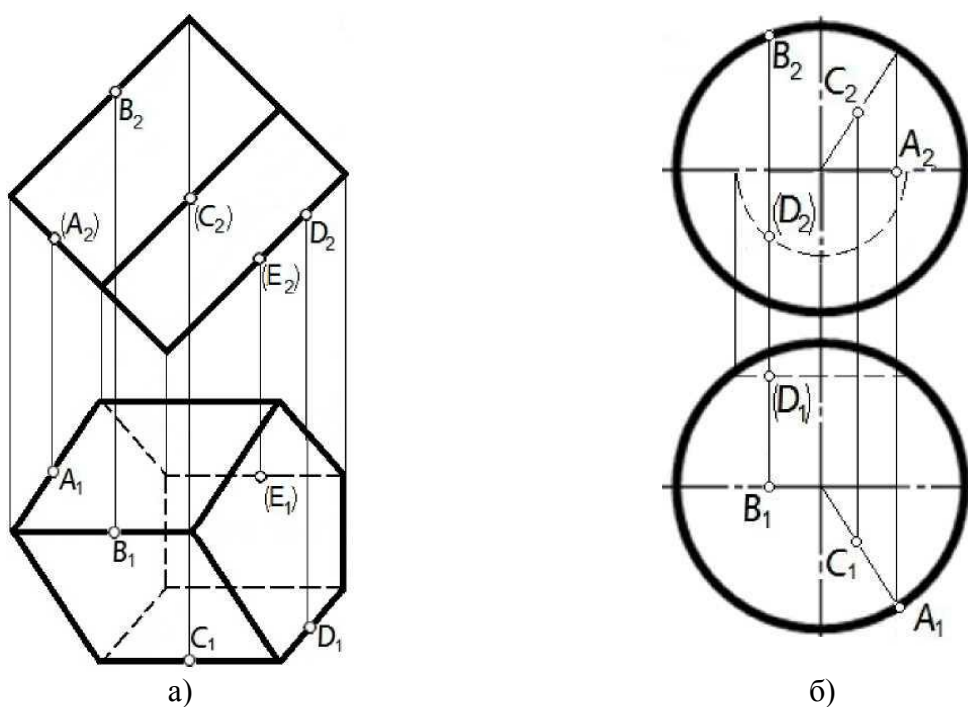

Рисунок 23 – Поверхности (а-призма, б-сфера)
**Задание 26.** Установить принадлежат ли точки А, В, С, D, Е поверхностям (рисунок 23).